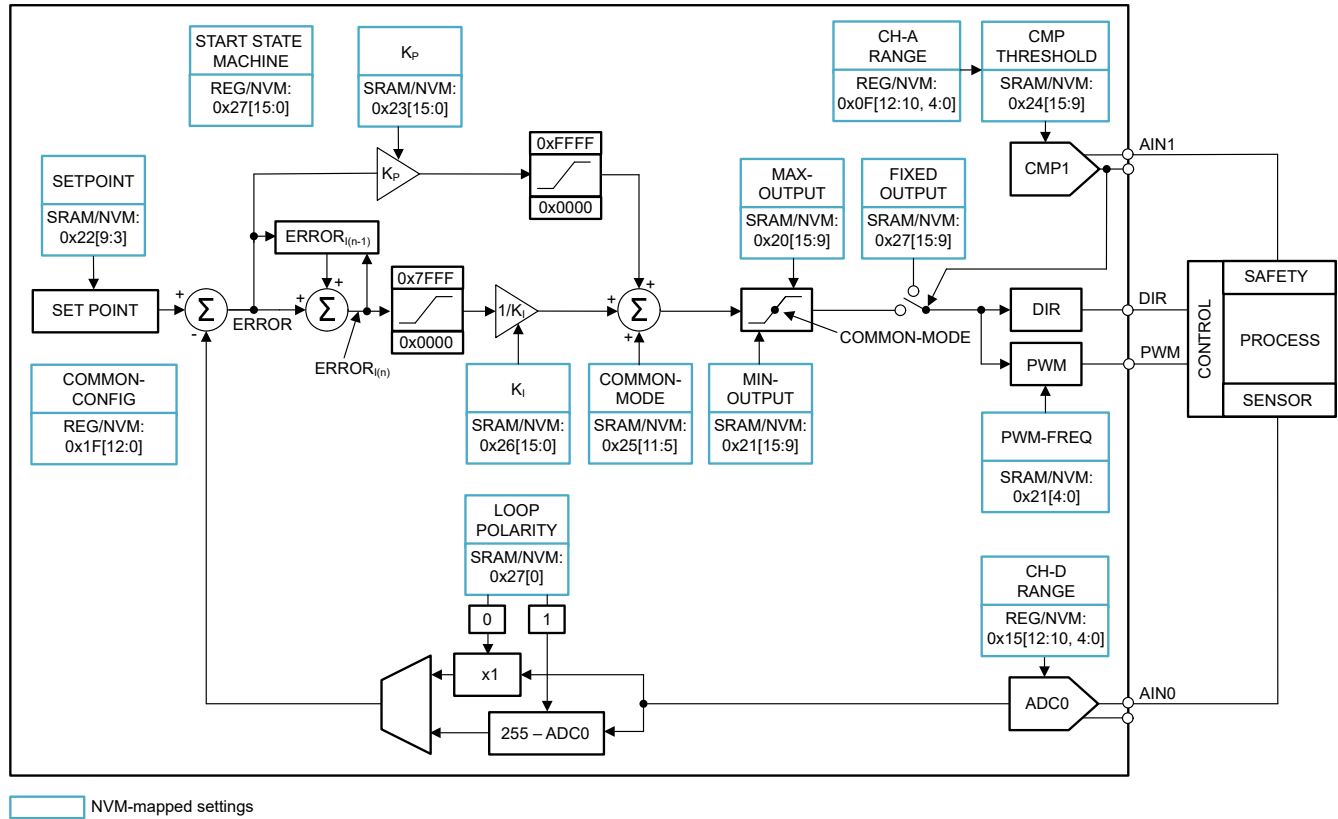

图 7-7. AFE439A2 的 PI 控制器架构
AFE439A2 提供预编程的 PI 控制器状态机，如图 7-7 所示。ADC 通道 0 用作输入，SDA/SCLK/PWM 引脚用作输出。DAC 通道 1 用作比较器，用于将 PWM 的输出设置为 FIXED-OUTPUT 字段指定的值。表 7-5 列出了所有输入/输出引脚名称和功能。
2. 连接 ADC 输入、比较器输入和 DAC 输出，如图 7-7 所示。